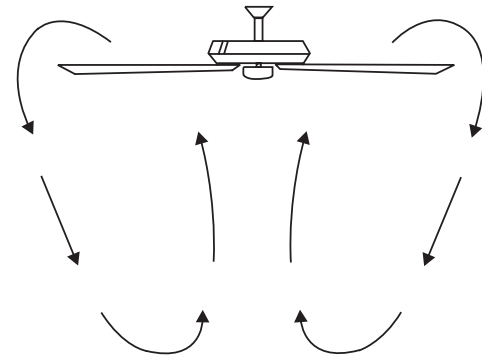

Fig. 21
**Temps froid** - sens inverse des aiguilles d'une montre Un flux d'air ascendant éloigne l'air chaud du plafond, comme indiqué sur la Fig. 21. Cela vous permet de régler votre appareil de chauffage sur un réglage plus froid sans nuire à votre confort.